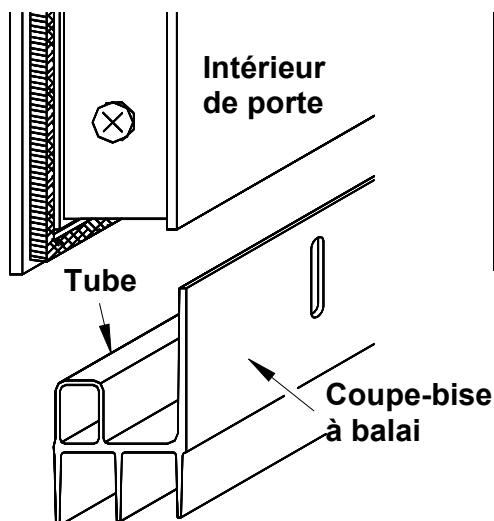

Fig. 1
1. Mettez le coupe-bise contre le bas de la porte, à l'intérieur. Voir Fig. 1.